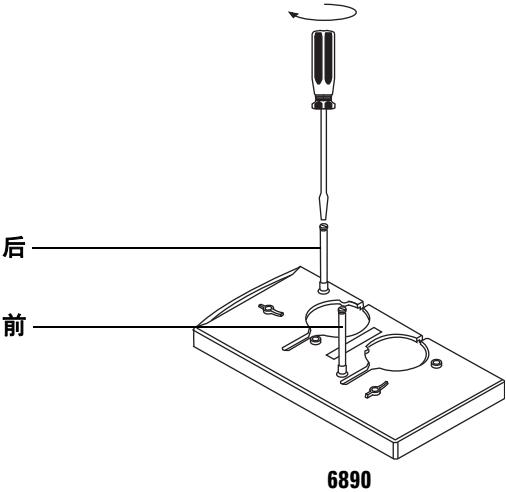

图 16 安装固定柱 (6890 GC)
- **6890 系列 GC。** 根据需要，安装到前面或后面的进样口盖板中。必须一直向下旋转固定柱（图 16）。